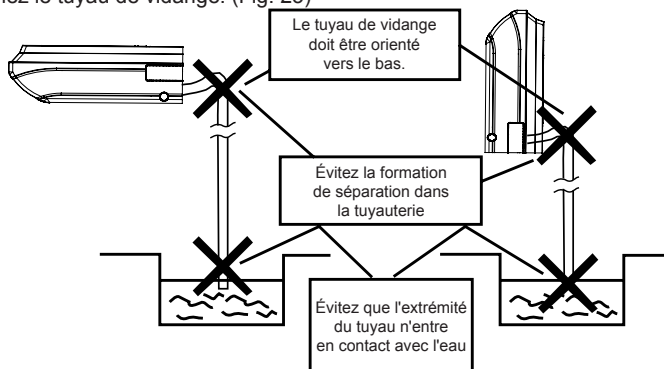

Fig. 23
- (4) Branchez le tuyau de vidange. (Fig. 23)